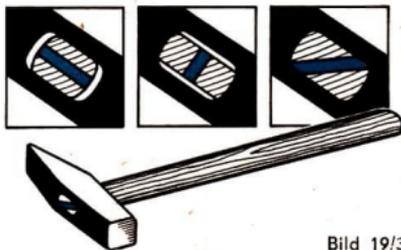

Bild 19/3
- Erkläre die Darstellungen in Bild 19/3 und überprüfe dein Werkzeug!